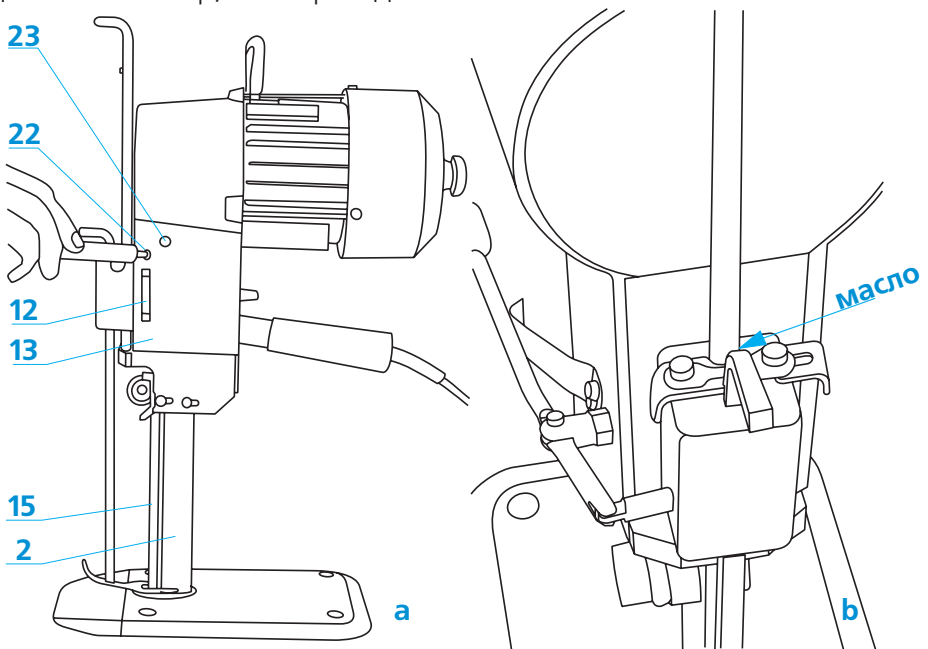

Рис. 8. Смазка раскройной машины.
Смазка раскройной машины показана на рис. 8. Уровень масла в резервуаре (12) должен быть всегда выше нижней линии выемки на корпусе (13). В случае чрезмерной (масло вытекает наружу ножа) или недостаточной (увеличение сопротивления ножа несмотря на чистку) смазки, ее можно регулировать винтом (23) слегка поворачивая (максимум 1-2 оборота) по отношению к фабричной установке. Вкручивая винт (поворот вправо) уменьшаем смазывание, выкручивая - увеличиваем. Для пополнения масла в центральной системе смазки доливаем его в отверстие (22) резервуара (12) до уровня 2/3 высоты выемки. Рекомендуется использовать безкислотное масло для швейных машин.